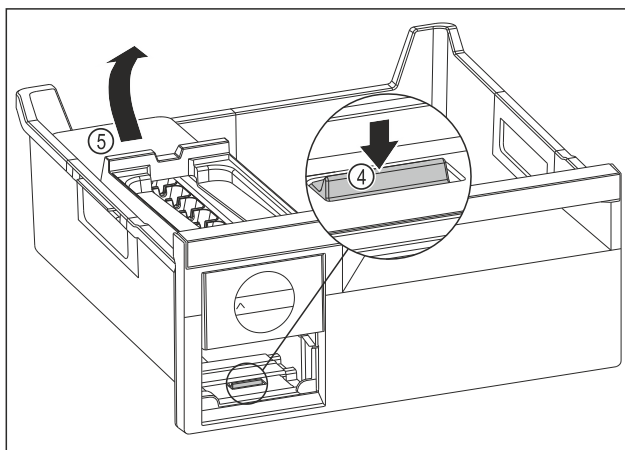

Fig. 131
- Izvadite tijelo sustava EasyTwist-Ice: Pritisnite jezičak Fig. 131 (4) prstom prema dolje i istovremeno drugom rukom podignite tijelo sustava EasyTwist-Ice Fig. 131 (5) straga.